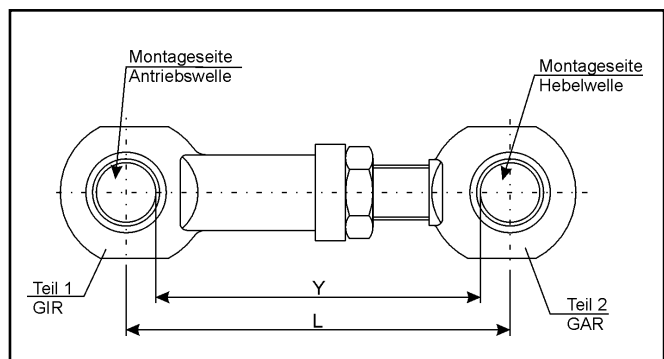

Bild 3 - Vormontage der Standard - Gelenkköpfe
Der vormontierte Gelenkkopf (15) (siehe Bild 3 , Tabelle 2) wird durch einen Verbindungsstift (12) und den Sicherungsringen (32) mit der Antriebswelle (10) zusammengefügt. Die Hebelwelle (8) wird nun in das Lagergehäuse (1) eingebracht und ebenfalls durch einen Verbindungsstift (12) und den Sicherungsringen (32) mit dem vormontierten Gelenkkopf (16) verbunden.
Der vormontierte Gelenkkopf (15) (siehe Bild 3 , Tabelle 2) wird durch einen Verbindungsstift (12) und den Sicherungsringen (32) mit der Antriebswelle (10) zusammengefügt.